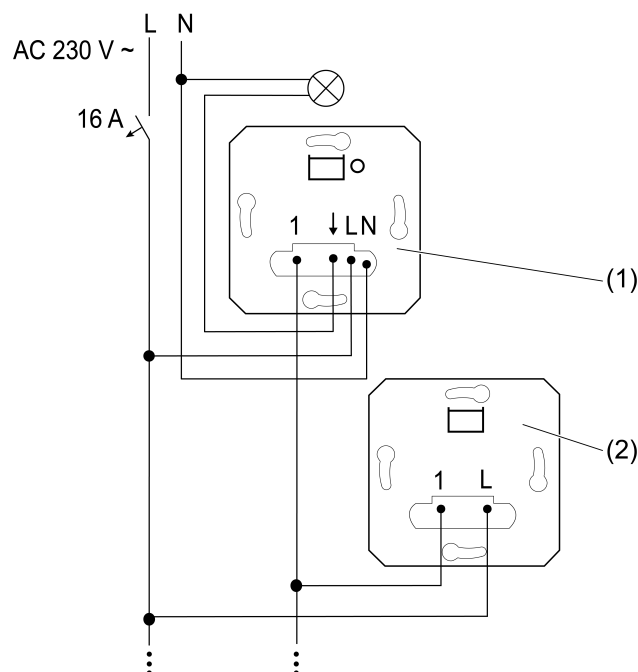
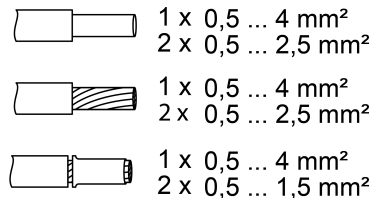

Imagen 1: Esquema de conexión estaciones auxiliares de 2 hilos
Imagen 2: Secciones de cable conectables por apriete
- Conectar la estación auxiliar (2) según el esquema de conexión (Imagen 1). Tenga en cuenta las secciones de cable conectables por apriete (Imagen 2).
- i** Se puede conectar un número ilimitado de estaciones auxiliares de 2 hilos (2) a una estación principal (1) (Imagen 1).